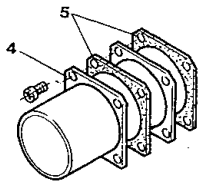

Bild 5
Dem Abgaskastenzubehör ist eine Blende 69 mm  $\phi$  beigelegt. Als Grundausrüstung ist die Blende 73,5 mm  $\phi$  am Abgaskasten eingebaut. Bei abweichenden Gerätearten, z. B. ZR11, ist nach Lösen der vier Kreuzschlitzschrauben am Flansch (4) die vorhandene Blende herauszunehmen und gegen die passende Blende zu tauschen. Die beidseitig vorhandenen Dichtungen (5) sind gemäß Bild 5 einzulegen.